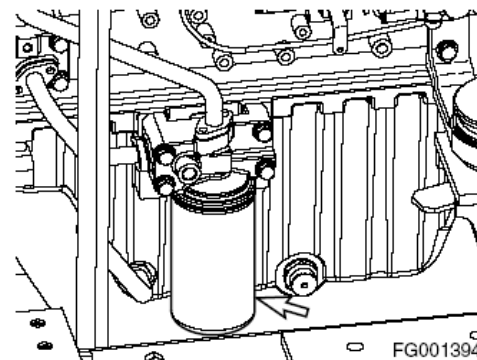

Рис. 50
2. Заменить фильтр моторного масла с помощью ключа для фильтра. Фильтр моторного масла представляет собой навинчиваемый фильтр. См. Рис. 50. Снять и утилизировать фильтр.